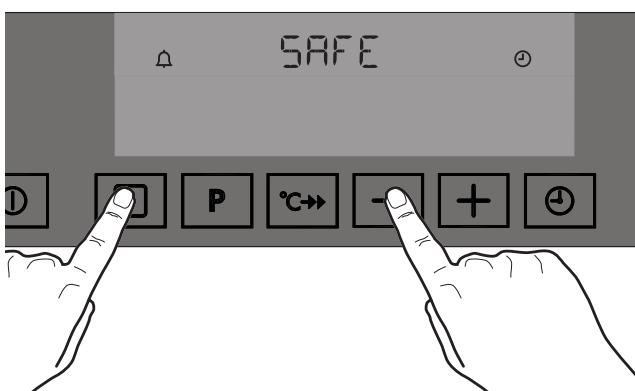

Рис. 20
2. Одновременно нажмите клавиши [□] и [—] и держите их нажатыми в течение примерно 3 секунд. Раздается звуковой сигнал, а на дисплее появится слово “SAFE” (БЛОК) (Рис. 20).